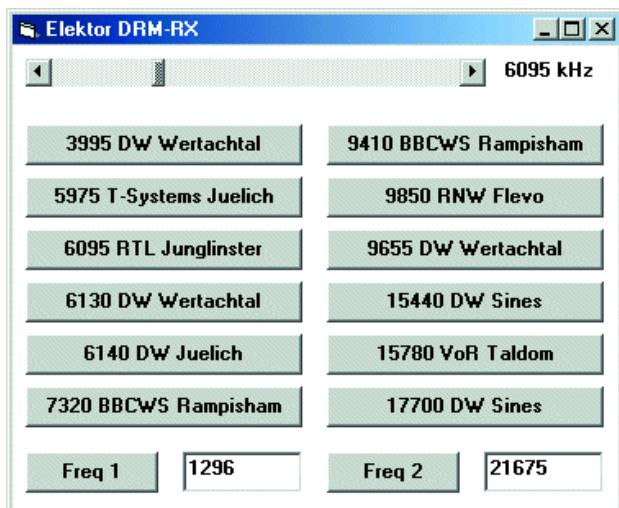

Figure 9. L'interface utilisateur du programme de démonstration en VB servant à la syntonisation.
La commande de la syntonisation par le biais du PC ouvre des perspectives intéressantes, telles que l'attribution de noms de station aux touches de mémorisation ou l'écoute à une heure donnée d'un programme préféré. À noter que la DDS peut aussi servir à des mesures. Pour ne pas couper les ailes aux ambitions de nos lecteurs, nous nous proposons, à l'aide d'un exemple simple écrit en Visual Basic (VB), comment piloter la DDS. La **figure 9** montre l'interface utilisateur du programme de démonstration. Il comporte un régleur, des touches de stations et 2 fréquences préférées qu'il est possible d'édition. Nous n'avons pas prévu de calibration accessible à l'utilisateur et réalisé cette dernière sous la forme de constantes prises dans le programme.